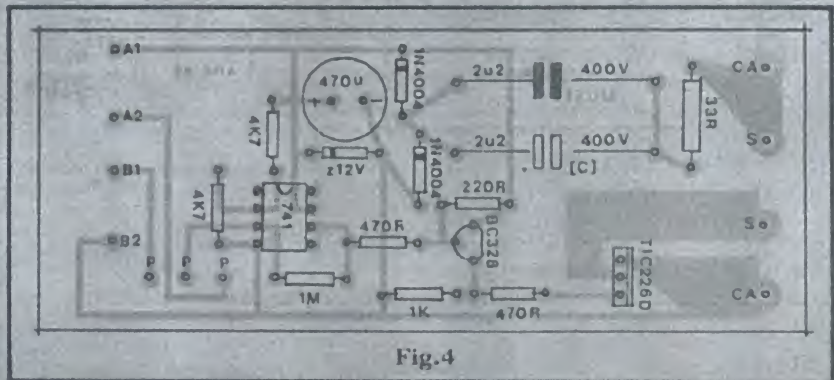

Fig.4
- FIG. 4 - CHAPEADO DA MONTAGEM - Apesar de pequena, a placa é pouco "congestionada", de modo que a colocação e soldagem dos componentes não oferecerá muitas dificuldades... Guiando-se pela figura, que traz o impresso visto pelo seu lado não cobreado, basta o Leitor/Hobbysta ir colocando e soldando as peças, observando com atenção seus códigos, valores, polaridades, etc. Pontos que merecem maior observação, estão enumerados a seguir:
220V... Na prática, contudo (ver CHAPEADO - fig. 4) podemos "universalizar a coisa" a partir de 2 capacitores de 2u2 x 400V (ver LISTA DE PEÇAS) que serão aplicados à placa nas seguintes condições:
- Rede de 220V - Colocar na placa apenas um dos ditos capacitores, não incluindo o capacitor "C", visto em cor clara, na fig. 4.